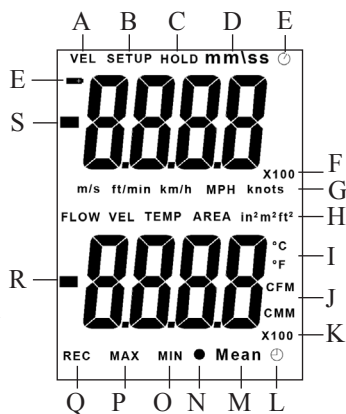

Рис. 2
- c. Нажатием кнопки **UNIT ▼** выберите единицы измерения температуры: при каждом нажатии загорается либо индикатор °C, либо индикатор °F (поз. I на рис. 2).
- d. Многократным нажатием кнопки **UNIT ▲** выберите единицы измерения скорости воздушного потока. Цикл выбора следующий: **m/s, ft/min, km/h, MPH, knots** (на дисплее последовательно загораются соответствующие индикаторы – поз. G на рис. 2).
- g. Закройте датчик скорости воздушного потока колпачком 3 (см. рис. 2), чтобы изолировать его от исследуемой окружающей среды.